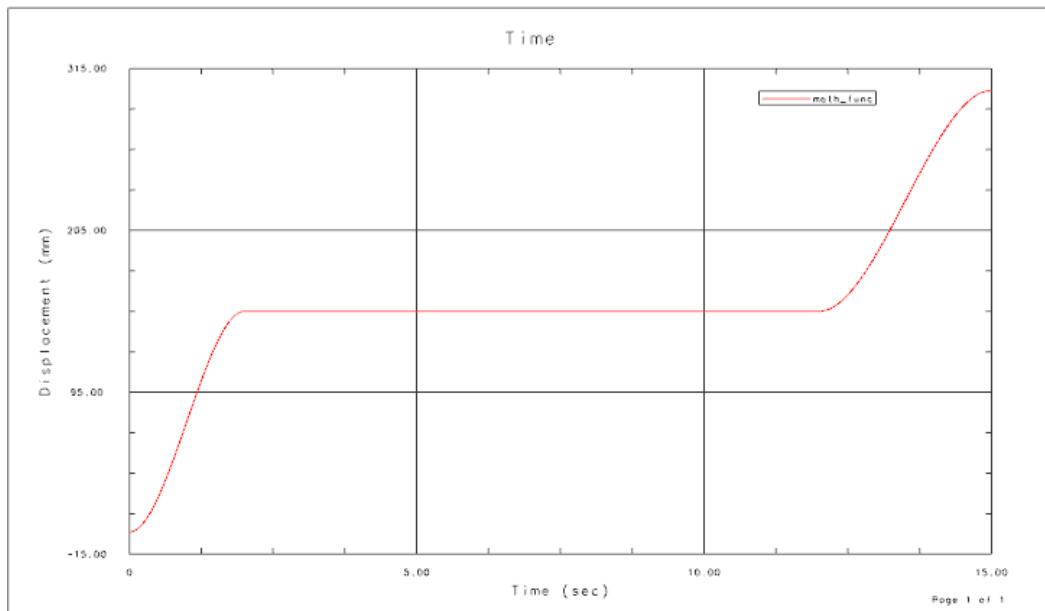

图 7.3.22 位移函数图形
(3) 单击 **确定** 按钮, 完成解算方案的定义。
**说明:** 使用下拉菜单 **分析(A)** → **运动(M)** → **图表(G)...**命令, 得到滑块的位移函数图形如图 7.3.22 所示。